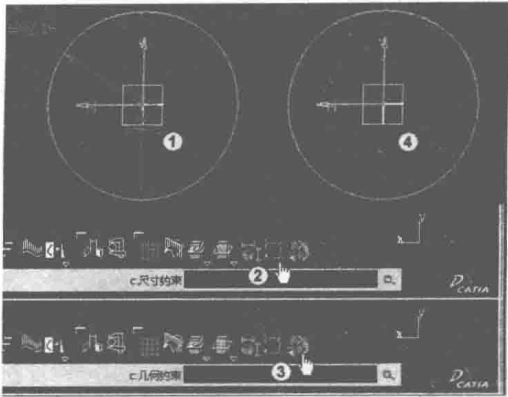

图 1-13 绘制圆草图
单击屏幕最下方的“全部适应”按钮，在工作区绘制出一个圆，圆心与原点“相合”（重合），如图 1-13 中①所示。单击屏幕左下方的灰色的“尺寸约束”按钮和灰色的“几何约束”按钮，使其关闭，如图 1-13 中②③所示。结果如图 1-13 中④所示。